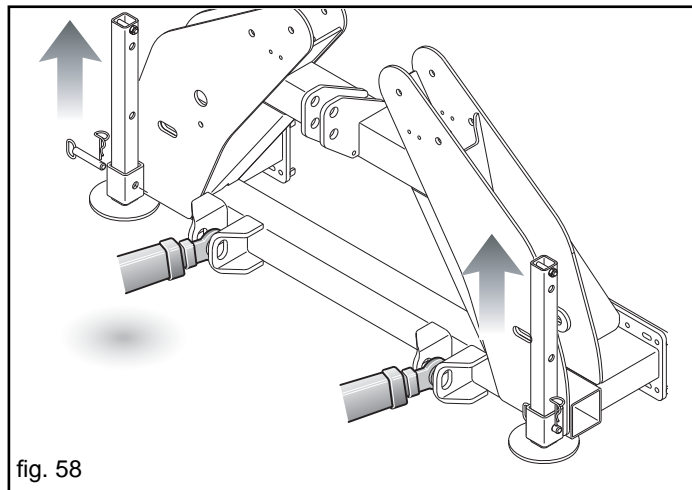

fig. 58
- Soulever l'équipement du sol, et enlever les pieds d'appui (Fig. 58).